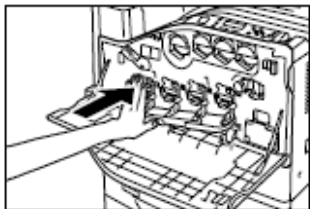

图 2-60 按压感光鼓
⑨ 取下保护膜，按压感光鼓，使其牢固就位，如图 2-60 所示。